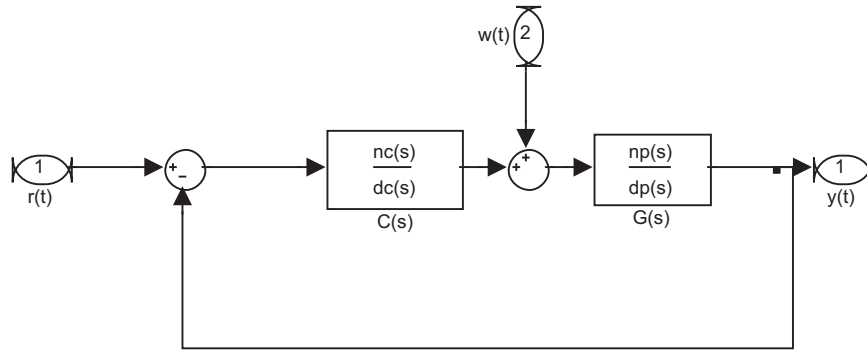

Figura 11: Diagrama de blocos do Exercício 15.
15. Considere o sistema mostrado na Figura 11 em que $G(s)$ é dada por: